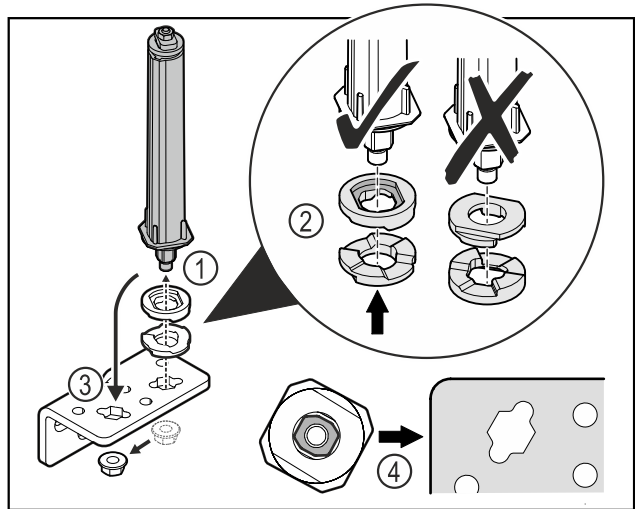

Fig. 41
- ▶ Отпустите гайку и демонтируйте систему закрытия двери Fig. 41 (1).
- ▶ Учитывайте правильность выравнивания шайб для регулировки высоты Fig. 41 (2).
- ▶ Переставьте систему закрытия двери в шарнирном уголке и зафиксируйте гайкой Fig. 41 (3).
- ▶ При установке учитывайте правильность выравнивания системы закрытия двери Fig. 41 (4).